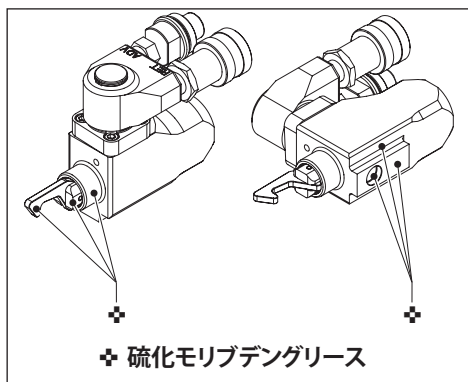

図15
5.2 予防整備 - 油圧スイベルとドライブユニット (図15と16)